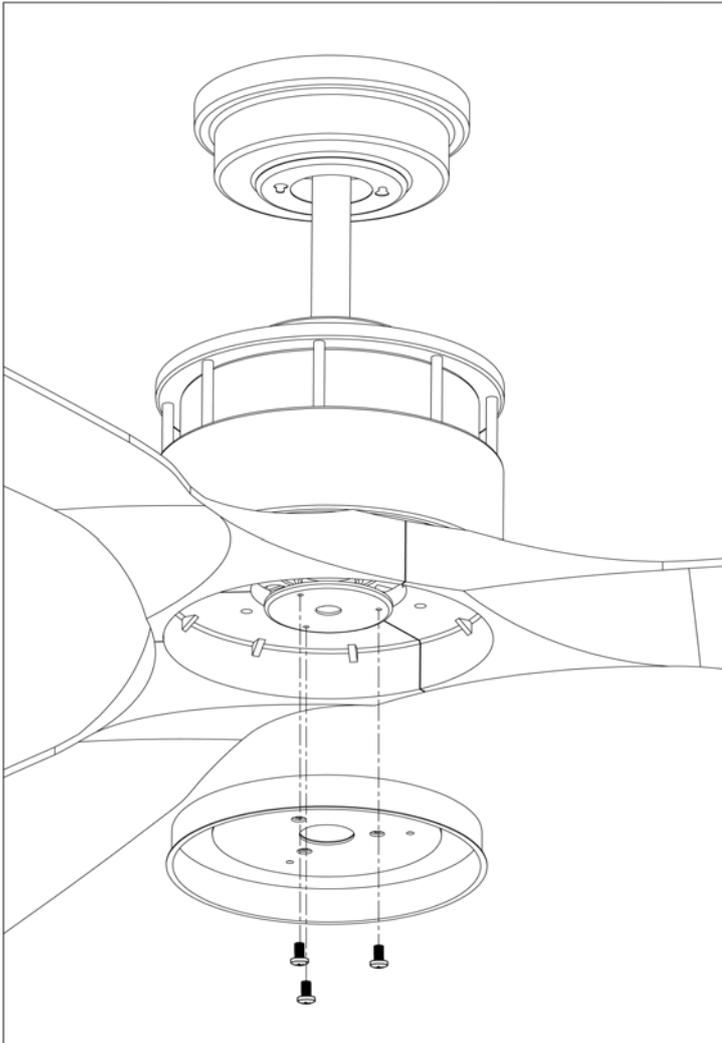

Fig.6
1. Retire los 3 tornillos de la placa de conexión, alinee los agujeros y luego vuelva a bloquear los 3 tornillos que retiró anteriormente en el kit de luces (consulte la Fig. 6).